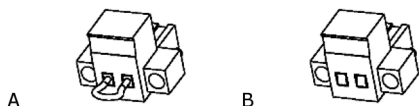

Fig. 25. Conector para el EPO externo.
- Bien al retirar el conector hembra del zócalo donde está insertado. Este conector lleva conectado un cable a modo de puente que cierra el circuito (ver Fig. 25-A).
- Bien al accionar el pulsador externo al equipo y de propiedad del usuario e instalado entre los terminales del conector (ver Fig. 25-B). La conexión en el pulsador deberá estar en el contacto normalmente cerrado **-NC-**, por lo que abrirá el circuito al accionarlo.